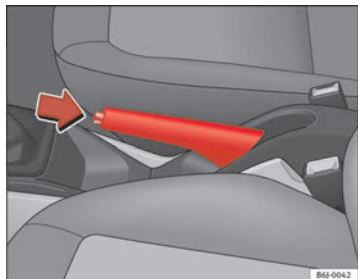

Fig. 107 Freno de mano entre los asientos delanteros
- Tire con fuerza de la palanca del freno de mano hacia arriba ⇒ fig. 107.
- Tire ligeramente de la palanca hacia arriba, presione el botón de desbloqueo en la dirección de la flecha ⇒ fig. 107 y baje completamente la palanca ⇒ ⚠.